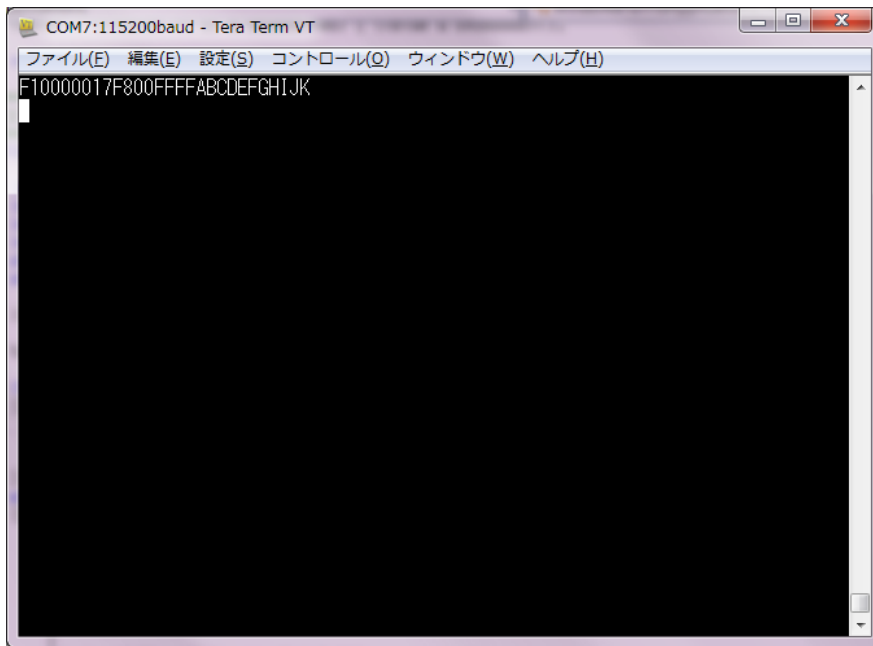
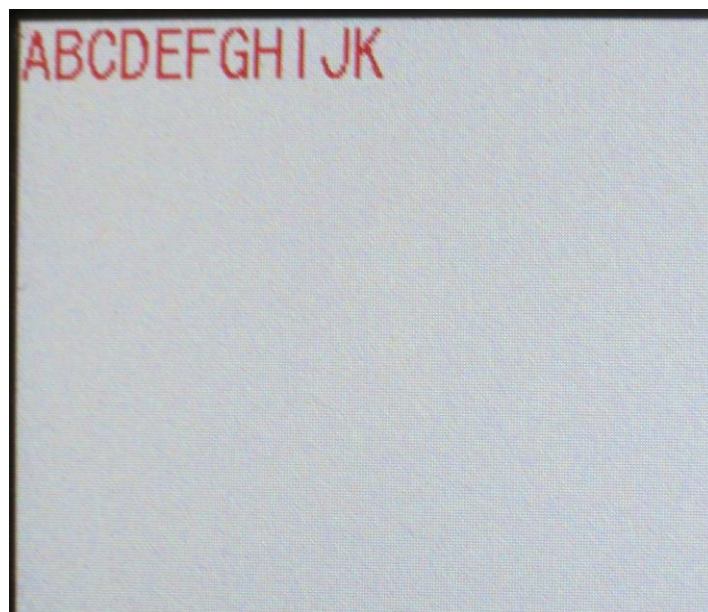

図 5-5
図 5-6
- (1) LCDC ボードの電源を入れ、「4. 動作確認方法」で説明した通信ソフトを起動してください。
- (2) 図 5-5 の様にコマンド”F10000017F800FFFFABCDEFGHIJK”を入力して、リターンキーを押してください。図 5-6 の様に画面上に文字が描画されます。